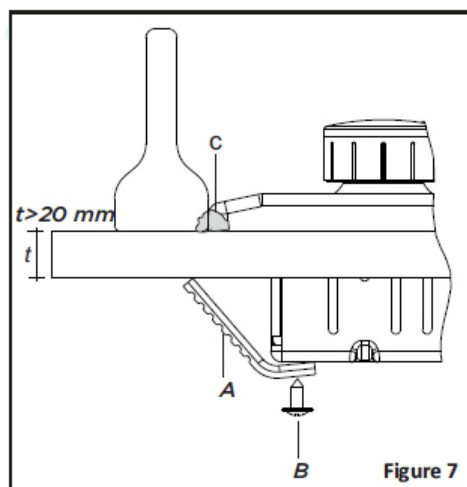

Figure 7
- Insérez l'appareil dans les ouvertures et fixez-le correctement en position à l'aide des supports (A) et des vis (B). Réglez la position des supports en fonction de l'épaisseur du plan de travail tel qu'indiqué sur la figure 7 et serrez les vis uniformément.